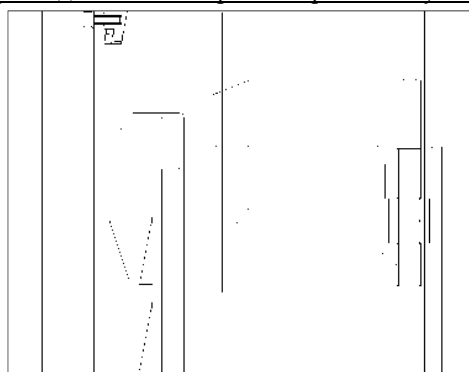

Fig. 15
- ◆ Во время подъема и опускания тросы должны быть равномерно натянуты. (Рис. 15)